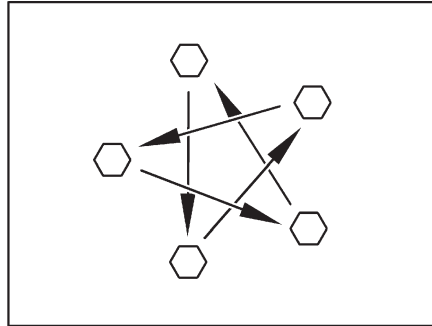

Fig. 271 Serrer en croix les écrous ou les boulons de roue
- Vérifier régulièrement le serrage des écrous ou des boulons de roues. Resserrer alternativement et en croix (Fig. 271) tous les écrous ou les boulons de roue 50 km après le changement d'une roue.
- ▷ Serrer en croix les écrous ou les boulons de roue (Fig. 271).